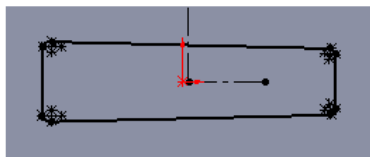

图 12.2.40 编辑草图
(4) 编辑草图，如图 12.2.40 所示。退出草图环境，完成成形特征 1 的创作。